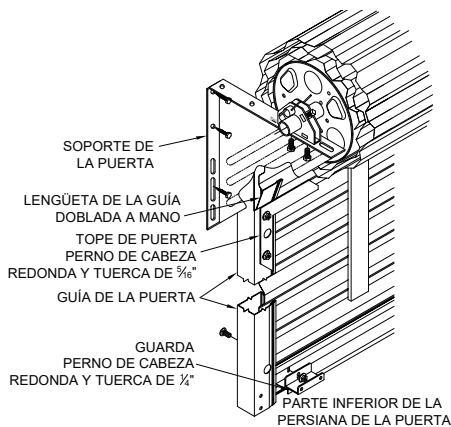

Figura 16.
8.3 Adjunte las dos guardas al borde interior, inferior de la puerta usando el perno de cabeza redonda de 1/4" y la tuerca de reborde instalados. (Figura 16)
8.4 Apriete los topes de puerta que se instalaron en el párrafo 7.2 asegurándose de que los pernos domo estén dentro de las guías. (Figura 16)